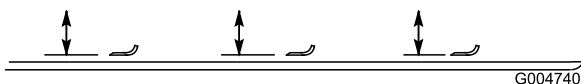

Figure 84
2. Tournez la lame dans le sens longitudinal et mesurez la distance entre l'intérieur du plateau de coupe et le tranchant à l'avant de la lame (Figure 84).